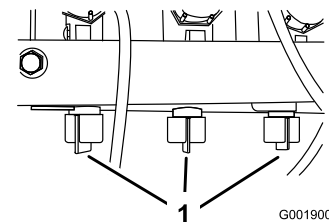

Figura 29
12. Ajuste la válvula de retorno del brazo que cerró (Figura 29), situada debajo de la válvula de control de ese brazo, hasta que la presión marcada en el indicador sea la misma que en el paso 9.